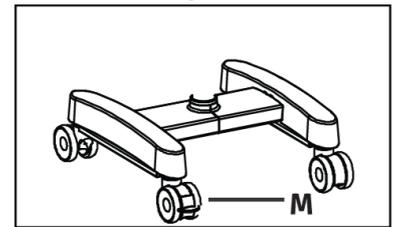

Fig. 48
Bloque le support pour éviter tout mouvement indésirable en appuyant sur les deux freins fournis sur les roulettes pivotantes. Pour déverrouiller, appuyez sur la partie supérieure du frein. Voir (M) Fig. 48.